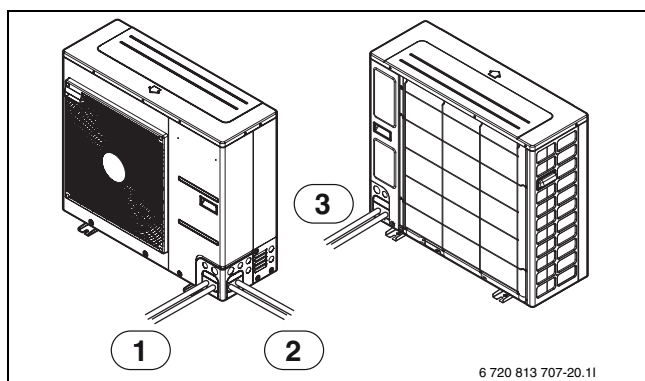

Fig. 21
- Rør kan tilsluttes i fire retninger. For anvendelige retninger se figuren (→fig. 21 og 22).